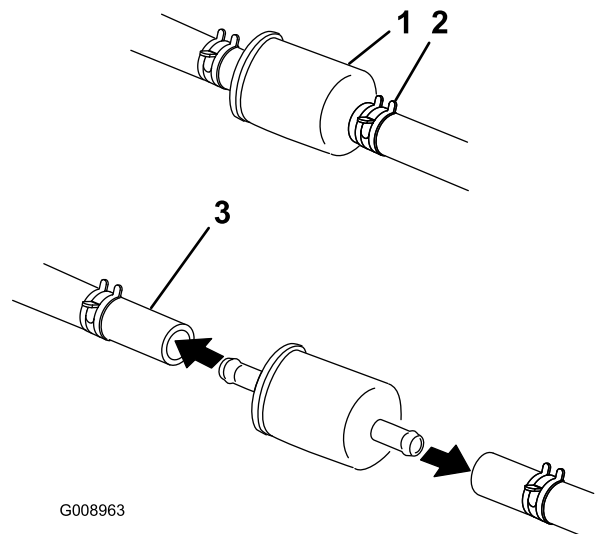

Bild 56
5. Schließen Sie den Kraftstoffhahn unter dem Sitz (Bild 56).
6. Drücken Sie die Enden der Schlauchklemmen zusammen und schieben Sie sie vom Filter weg (Bild 56).
8. Setzen Sie einen neuen Filter ein und schieben Sie die Schlauchklemmen an den Filter heran (Bild 56).